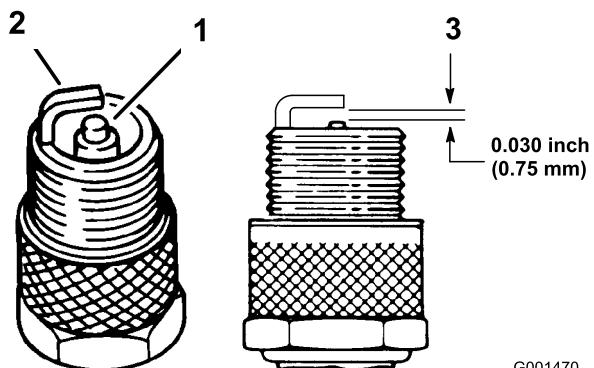

Figura 31
- Mire la parte central de las bujías (Figura 31). Si se observa un color gris o marrón claro en el aislante, el motor está funcionando correctamente. Si el aislante aparece de color negro, significa que el limpiador de aire está sucio.
- Compruebe la separación entre los electrodos central y lateral (Figura 31). Si la distancia no es correcta, doble el electrodo lateral (Figura 31).
- Conecte los cables a las bujías (Figura 31).